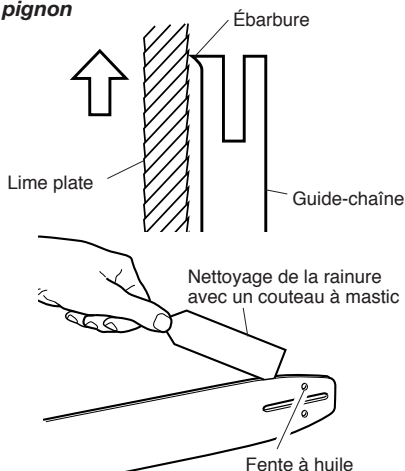

Figure 21 - Entretien de la guide-chaîne
5. Retirer périodiquement la sciure se trouvant dans la rainure de la guide-chaîne. Utiliser un couteau à mastic ou un morceau de fil de fer (Voir la Figure 21).